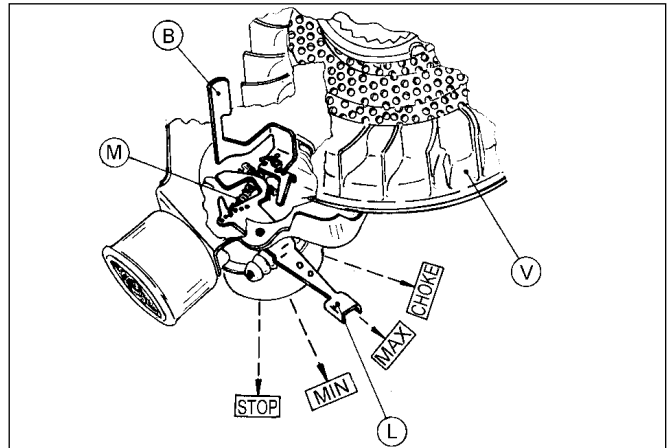
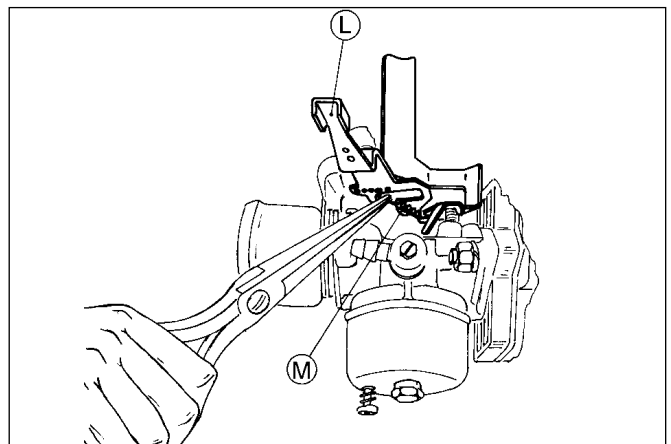

Abb. 1
Abb. 2
Die obengenannten Motoren sind mit einem Windfahnenregler ausgestattet, wie dieser in Abb. 1 abgebildet ist. Die an der Drosselklappenwelle befestigte Windfahne „B“ erhält Luft vom Schwungrad „V“. Der Luftdruck bewirkt so das Schließen der Drosselklappe, die durch die Feder „M“ und den Stellhebel „L“ erzeugte Gegenkraft bewirkt da Gleichgewicht beider Kräfte und sorgt für die gewünschte Drosselklappenöffnung.
a) VERSTELLBARE FLIEHKRAFTREGULIERUNG (Abb. 2)
Der am Haltebügel befestigte Stellhebel „L“ (Abb. 1) kann zwischen den Reglerpositionen CHOKE und STOP (Abstellkontakt) hin- und herbewegt werden. Zwischen der Stellung MAX. (Stellhebel an der Luftklappe, ohne diese jedoch zu betätigen) und MIN. (Stellhebel am Abstellkontakt, ohne diesen jedoch zu berühren) liegt der einstellbare Drehzahlbereich. Um die maximale Motordrehzahl zu erhöhen oder zu vermindern, muß die Feder „M“ in eine andere Bohrung des Stellhebels „L“ (Abb. 2) eingehakt werden. Durch Einhaken der Feder in ein weiter von der Drosselklappe entferntes Loch wird die Drehzahl erhöht und umgekehrt.